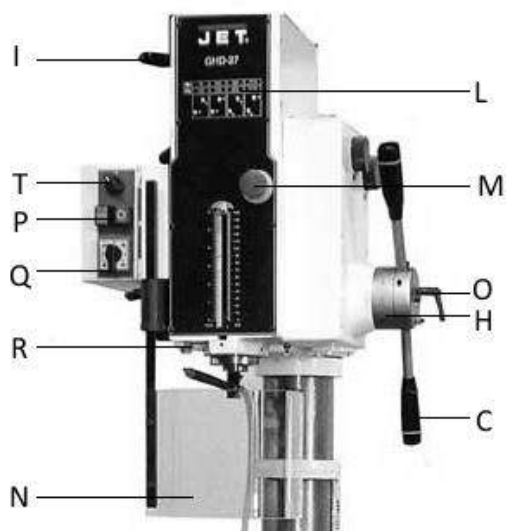

Рис. 3
При помощи ручек (I, рис.3) и (Q) необходимую частоту и направление вращения шпинделя.
Для выталкивания патрона из шпинделя необходимо немного выдвинуть пиноль и отодвинуть ограничительную пластину (R, рис.3).
Для установки ограничителя глубины ослабьте ручку (O, рис.3) и поверните кольцо (H) так, чтобы выбранное значение глубины оказалось напротив указателя. Затяните ручку (O).